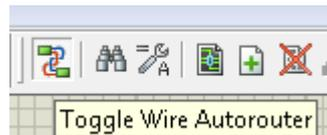

Рис. 1.6. Включение/отключение автоматического проведения проводников
**Text Script Mode** (*горизонтальные пунктиры, изображающие текст*) – режим размещения текстовых скриптов (простых многострочных текстов). Щелчок ЛКМ по свободному полю в проекте вызывает всплывающее окно встроенного редактора текста **Edit Script Block** (рис 1.7.). В окне **Text** набирается текстовый блок. Допустим импорт текста из текстовых файлов или наоборот экспорт через соответствующие кнопки внизу справа. Переключателями **Rotation, Justification** выбирается расположение/ориентация текста в проекте (а не здесь в окне **Text** – не следует путать). Если **Wire Autorouter** в верхнем меню (рис. 1.6) выключен, шины можно протягивать не только под прямым углом, но и наискось.